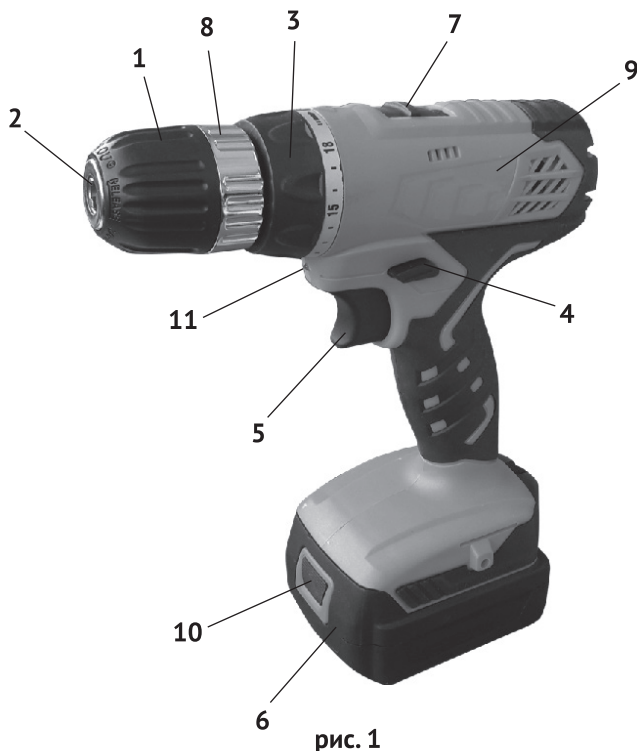

рис. 1
1.6 Общий вид дрели представлен на рис.1
1.7 Механизм дрели расположен в обрешиненном пластиковом корпусе (рис.1 поз.9), состоящем из двух частей: правой и левой. Он состоит из электродвигателя постоянного тока и редуктора с планетарным 2-х скоростным механизмом. В нижней части корпуса, выполненного в форме рукоятки, находится выключатель и разъём для присоединения аккумуляторной батареи.
1.8 Клавиша выключателя (рис.1 поз.5) расположена в передней части рукоятки. При нажатии на клавишу включается двигатель дрели. Усилие, приложенное к клавише, изменяет скорость вращения двигателя. При запуске двигателя автоматически включается светодиодный фонарь (рис.1 поз.11), обеспечиваю-
Над клавишей выключателя находится переключатель реверса (рис.1 поз.4), пластинчатой конструкции. В нейтральном положении он выполняет функцию блокиратора клавиши от случайного включения. Стрелками на торцах пластины, указывается направление вращения патрона.
1.10 В передней части корпуса расположено кольцо регулировки (рис.1 поз.3). Это кольцо фиксирует одну из 21-й, позиций предельного момента затяжки, при работе дрелью, как шуруповёртом, или переключает редуктор в режим сверления – символ «сверло».
Внимание! Перед установкой/извлечением аккумуляторной батареи отключить инструмент, установив переключатель направления вращения (рис.1 поз.4) в среднее положение (блокировка клавиши выключателя).
- для извлечения батареи из дрели нажать клавишу фиксации (рис.1 поз.10) аккумуляторной батареи и извлечь её из рукоятки, вытягивая вперёд, к патрону.
- установить переключатель направления вращения (рис.1 поз.4) в положение блокировки клавиши выключателя;
- удерживая кольцо патрона (рис.1 поз.8) одной рукой, другой вращать переднюю часть патрона (рис.1 поз.1) против часовой стрелки до разведения кулачков патрона (рис.1 поз.2) на расстояние, необходимое для установки ра-
- удерживая кольцо патрона (рис.1 поз.8) одной рукой, другой вращать переднюю часть патрона (рис.1 поз.1) по часовой стрелке до фиксации рабочего инструмента кулачками патрона;
- для включения дрели необходимо нажать и удерживать клавишу выключателя (рис.1 поз.5);
- в среднем положении переключатель направления вращения (рис.1 поз.4) блокирует клавишу выключателя, исключая случайное включение дрели;
2.2.5 Функции регулировочного кольца (рис.1 поз.3):
На регулировочное кольцо (рис.1 поз.3) нанесены символы: от «1» до «21» - 21 фиксированных положений предельного момента затяжки, символ «II» и символ «дрель». Выставление нужного режима работы осуществляется совмещением соответствующего символа со стрелкой на корпусе дрели.
- выставив ползунком переключателя (рис.1 поз.7) диапазон «L» получаем при низком числе оборотов (400 об/мин) высокий показатель крутящего момента. Этот режим применяется при закручивании шурупов, винтов, саморезов и болтов больших размеров;
- повернуть кольцо регулировки (рис.1 поз.3) в положение «сверло»;